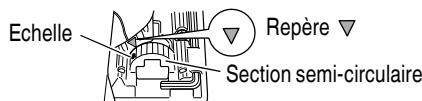

Fig. 32
- (2) Aligner l'échelle (de 0 degré à 45 degrés par incrément de 15 degrés) de la section semi-circulaire de la base sur le repère [▼] du couvercle du réducteur. (Fig. 32)